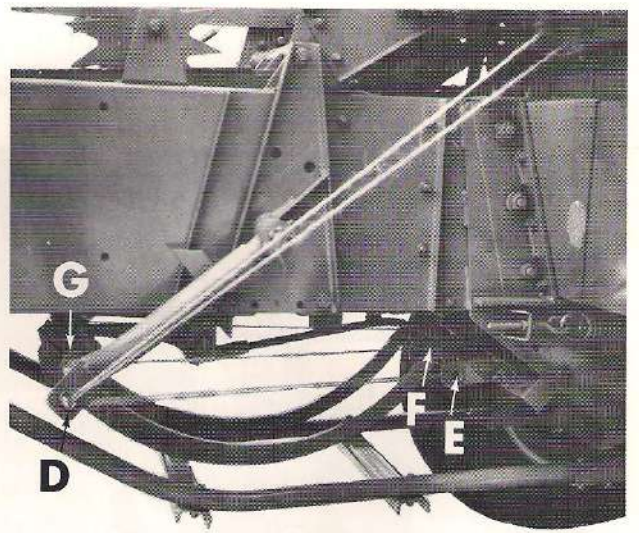

Fig. 7
- d – dans l'anneau sur le coude du bras de berceau d'aiguilles (Rep. D Fig. 7)
- e – dans les anneaux fixés sur les cornières (Rep. E Fig. 7)
- f – dans les chas d'aiguilles (Rep. F Fig. 7)
- puis fixer les 2 brins au berceau d'aiguilles (Rep. G fig. 7)
- d – the ring on the cradle arm elbow (Ref. D fig. 7)
- e – the rings located on the frame angles (Ref. E fig. 7)
- f – the needles eyes (Ref. F fig. 7)
- Then attach the two twine ends on the cradle (Ref. G fig. 7)
- d – durch die Oese an der Biegung des Nadelbettes hindurchführen (D Abb. 7)
- e – durch die Oesen, die auf dem Winkeleisen E befestigt sind, hindurchführen (E Abb. 7)
- f – durch das Nadelöhr F hindurchführen und die Enden am Nadelbett festbinden (G Abb. 7).
- d – por la guía soldada en la curva del brazo de las agujas (ref. D fig. 7)
- e – por las guías fijadas en el tirante frente a las agujas (ref. E fig. 7)
- f – por los ojos de las agujas (ref. F, fig. 7)
- atar después las dos hebras en el brazo de las agujas (ref. G fig. 7).